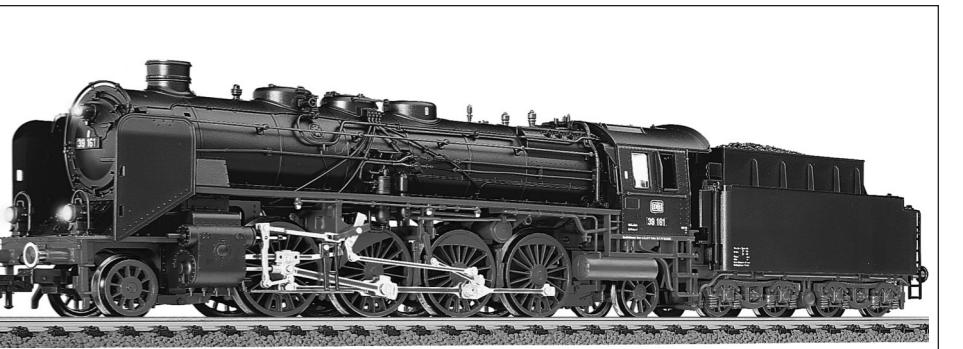

Fig. 1
Prototype: Locomotive for Passenger Traffic Class 39.0-2 (pr. P 10). Between 1922 and 1927, 260 locomotives of the Class pr. P 10 were delivered to the Deutsche Reichsbahn Company (DRG). Designated as Class 39.0-2 by the DRG, they were constructed by the firms of Borsig and Henschel as well as other German locomotive manufacturers. As a 2-8-2 wheel configuration loco, they developed 1620 PSi, and could run at a top forward speed of 110 km/h, and 50 km/h in reverse. Originally used to haul heavy express trains, they were later to be seen in service for fast passenger traffic. Locomotives of this class were still in operation with the Deutsche Bundesbahn (DB) until 1967. One loco is still in the works museum of the firm Hofmann-Linke-Busch, and a second can be seen after its restoration in the Nuremberg Transport Museum (fig. 1).
Voorbeeld: Reizigerstrein-locomotief Baureihe 39.0-2 (pr. P 10). Tussen 1922 en 1927 werden aan de Deutsche Reichsbahn Gesellschaft (DRG) 260 locomotieven van het type Pruisische P 10 geleverd. Bij de DRG kregen de nummers in de Baureihe 39.0-2. De fabrikanten waren Borsig, Henschel en nog enkele andere locomotiefbouwers. De locs kregen de betiteling 1'D1'h3, type P 46.19 en ze hadden een adhesiegewicht van 75 ton. Met een vermogen van 1620 pKw kon de loc een snelheid volhouden van 110 km/h vooruit rijden, achteruit was de snelheid beperkt tot 50 km/h. De serie reed in het begin alleen zware goederentreinen, maar kwam later ook voor reizigerstreinen te staan. Bij de Deutsche Bundesbahn (DB) deed de serie dienst tot 1967. Een loc staat nu in het Verkehrsmuseum van de Firma Linke-Hofmann-Busch, en een ander exemplaar is na revisie opgesteld in het Verkehrsmuseum van Neurenberg (fig. 1).
Modello: Locomotiva con tender BR 39.0-2 (pr. P 10). Tra il 1922 e il 1927 furono consegnate alle DRG 260 locomotive della serie pr. P 10. Contrassegnate con il numero di serie BR 39.0-2 queste locomotive furono costruite dalle ditte Borsig, Henschel e altre fabbriche tedesche di locomotive. Con la serie di costruzione 1'D1'h3, categoria P 46.19, questa locomotiva aveva una forza di trazione di 75 Mp. Con una potenza massima di 1620 Psi, poteva raggiungere una velocità massima di 110 km/h avanti e 50 km/h indietro. Originariamente questa locomotiva veniva adibita per l'esercizio di treni merci pesanti, in seguito fu impiegata anche per il trasporto passeggeri. Presso le DB questa serie fu in servizio fino al 1967. Una locomotiva di questa serie si trova nel Museo della ditta Hofmann-Linke-Busch, una seconda locomotiva è in fase di ristrutturazione presso il Museo di Norimberga (fig. 1).
Vorbild: Personenzuglokomotive BR 39.0-2 (pr. P 10). Von 1922–1927 wurden an die Deutsche Reichsbahn Gesellschaft (DRG) 260 Lokomotiven der Baureihe pr. P 10 geliefert. Bei der DRG als BR 39.0-2 bezeichnet, wurden sie von den Firmen Borsig, Henschel und anderen deutschen Lokomotiv-Fabriken gebaut. Als Bauart 1'D1'h3, Gattung P 46.19 hatte die Lok eine Reibungslast von 75 Mp. Bei einer Leistung von 1620 Psi konnte die Lok eine Höchstgeschwindigkeit von vorwärts 110 km/h und rückwärts 50 km/h fahren. Ursprünglich im schweren Schnellzug-Dienst tätig, wurde sie später für den Eil- und Personenverkehr eingesetzt. Bei der Deutschen Bundesbahn (DB) war diese Baureihe bis 1967 im Einsatz. Eine Lok ist im Werks-Museum der Fa. Hofmann-Linke-Busch erhalten, eine zweite steht nach Restaurierung im Verkehrsmuseum Nürnberg (Fig. 1).